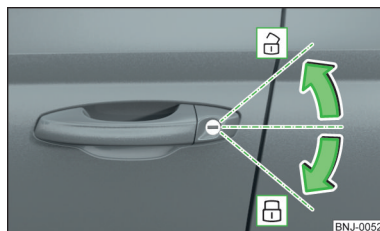

Fig. 35
**Sbloccaggio/bloccaggio del veicolo con la chiave » fig. 35**